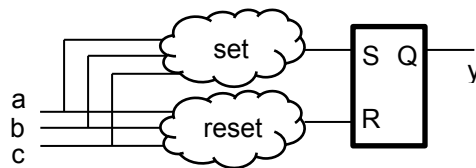

Abbildung 1.1
- (a) Da die Schaltung ein „Gedächtnis“ für den letzten gesetzten Wert benötigt, brauchen Sie ein Speicherelement. Verwenden Sie dafür ein SR-Latch mit Beschaltung laut Abbildung 1.1. Erstellen Sie KV-Diagramm und DNF für die kombinatorischen Blöcke „set“ und „reset“!